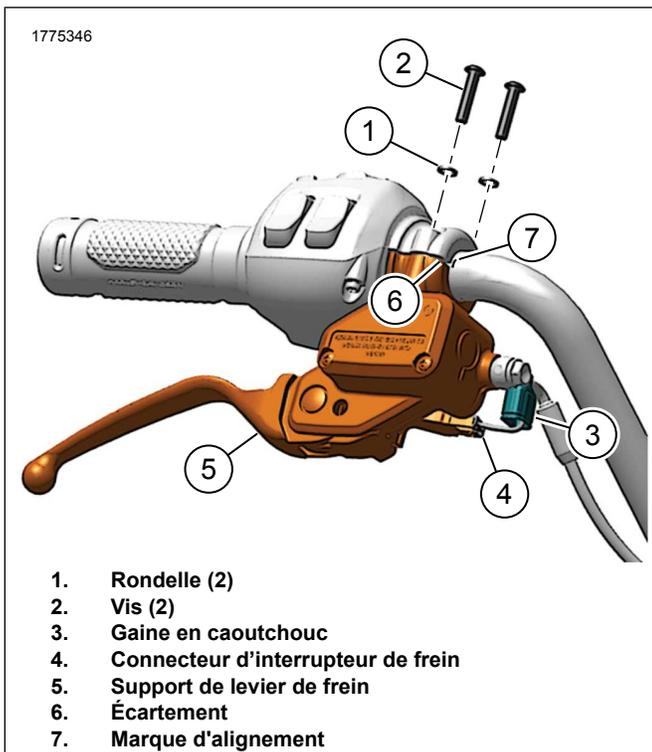

Figure 8. Support de levier de frein (typique)
5. Figure 8 Installer le support de levier de frein.
- a. Placer le support de levier de frein (5) sur le support RHCM .
- b. Installer les rondelles (1).
- c. Installer les vis (2) et aligner l'espace (6) avec le repère d'alignement (7).